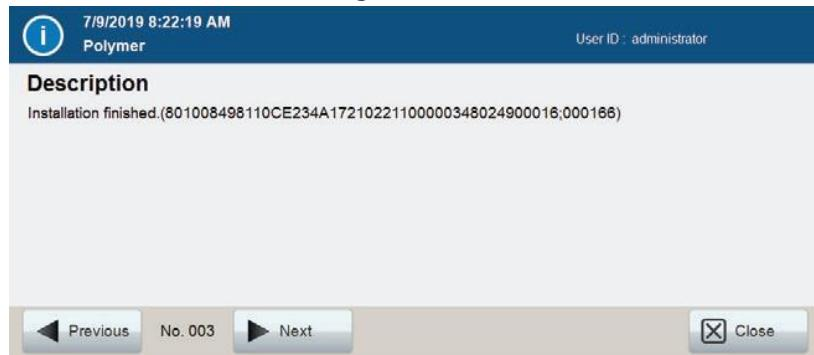

図 114 Consumable Detail 画面
3. リストで特定の消耗品ログを選択し、画面下の Details（消耗品ログを選択するとアクティブになります）を選択すると、選択したログの詳細（図 114）を確認できます。